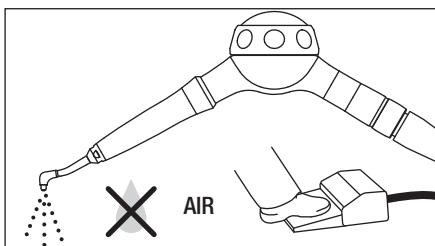

Fig. 6
- 2) Operé en vacío sólo con el aire y elimine el contenido de agua y el polvo del interior de la boquilla. (Fig. 6)